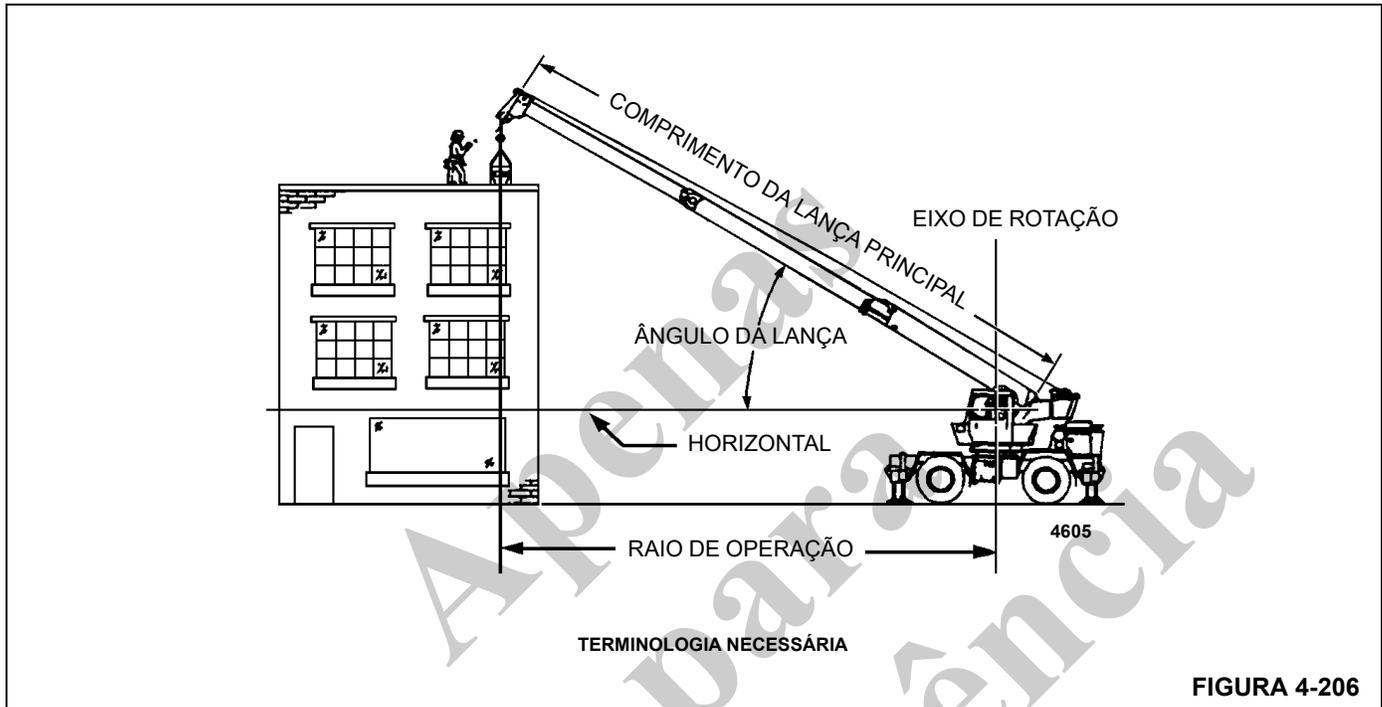

FIGURA 4-206
**NOTA:** Consulte a Figura 4-206 para os termos que devem ser conhecidos na determinação das capacidades de elevação.